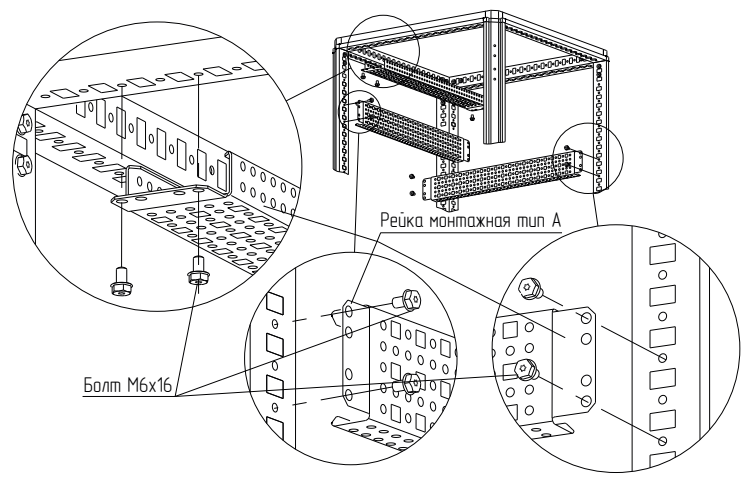

Рисунок 12
4.5.2.1 Приложите рейку монтажную тип А к стойкам 1 профиля на нужной высоте или к профилям крыши и закрепите болтами М6х16 (рисунок 12). Момент затяжки – 7 Н·м. Болты приобретаются отдельно.